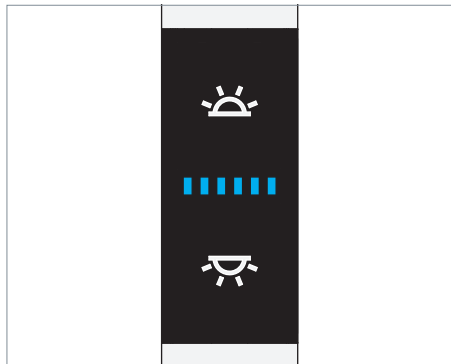

Fig. 20: Elemento di comando
- ▶ Premere il tasto superiore, vedi Fig. 20. Spegnendo la luce indiretta non si produce alcun effetto immediato sulla luce diretta. La regolazione della luminosità rimane attivata. LUM CONNECT MANAGE regola la luminosità della luce diretta se la luminosità nel campo d'azione del sensore della luce diurna cambia. Il rapporto precedentemente impostato tra luce diretta e luce indiretta viene riportato sullo sfondo. In caso di ripetuta accensione della luce indiretta il rapporto viene ripristinato. L'accensione e lo spegnimento automatici dell'apparecchio d'illuminazione in funzione della luminosità nella stanza rimangono anch'essi attivati. L'apparec-
- ▶ Premere il tasto inferiore, vedi Fig. 20. Spegnendo la luce diretta viene disattivata la regolazione della luminosità. LUM CONNECT MANAGE non regola la luminosità della luce indiretta se la luminosità nel campo d'azione del sensore della luce diurna cambia. L'accensione e lo spegnimento automatici dell'apparecchio d'illuminazione in funzione della luminosità nella stanza rimangono attivati. L'apparecchio d'illuminazione si spegne automaticamente se la luminosità della luce diurna è sufficiente.
- ▶ Premere il tasto superiore e tenerlo premuto, vedi Fig. 20. Dopo circa un secondo cambia la luminosità dell'apparecchio d'illuminazione.
- Premere il tasto inferiore e tenerlo premuto, vedi Fig. 20.